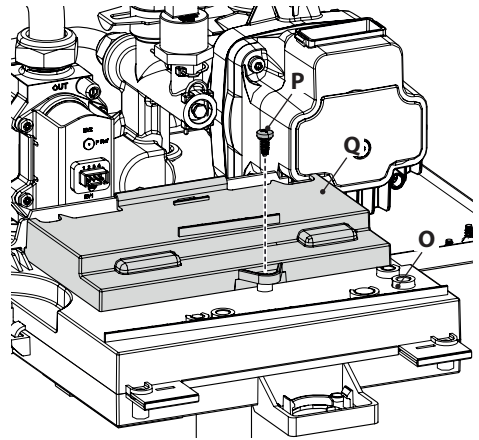

Figura 5.23
strato in Figura 5.23.
- Svitare la vite **P** e sollevare il coperchio **Q** per accedere alle morsettiere alimentazione elettrica, remoto e sonda esterna (Figura 5.23).